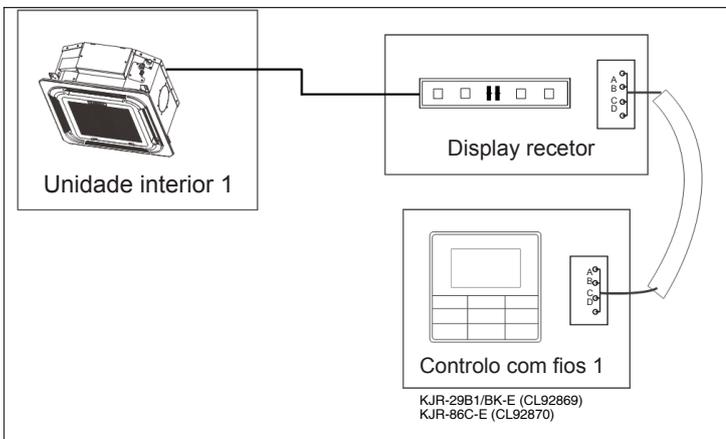

Figura 6.9
- ♦ Use 1 controlo com fios para controlar 1 unidade interna (ver Figura 6.9).